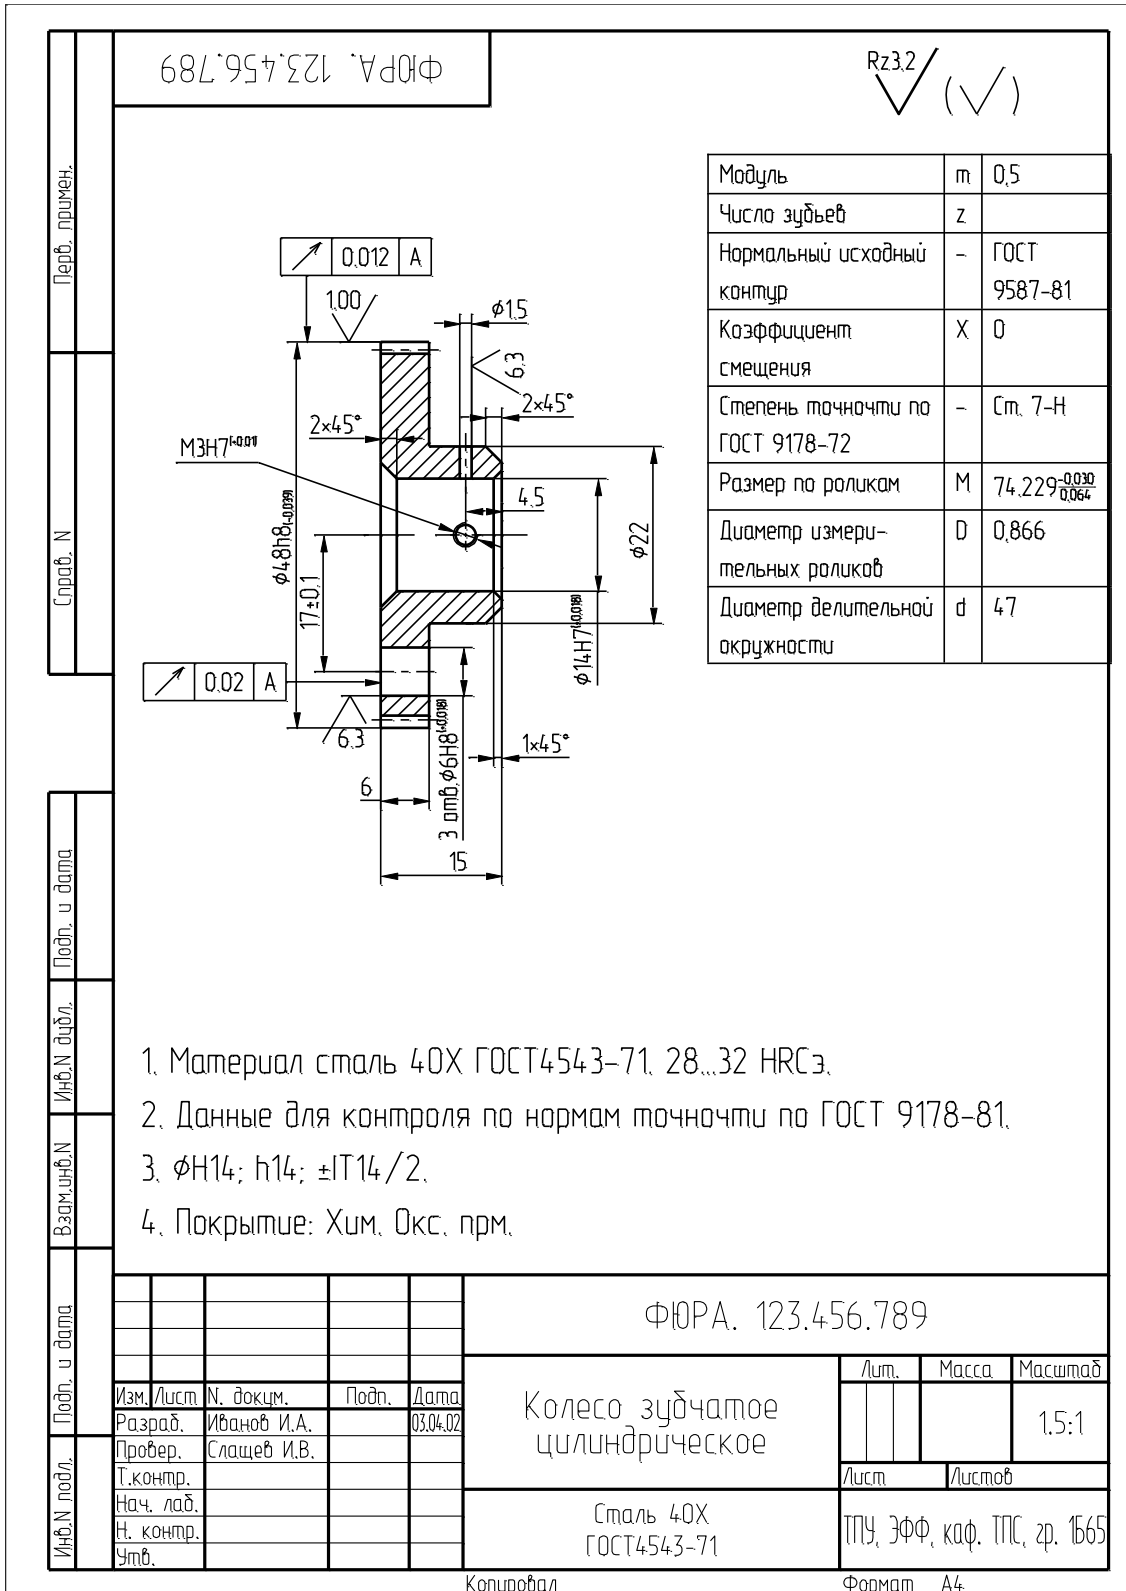

Рис. 1.2. Чертеж зубчатого колеса
В течение данной лабораторной работы мы «с нуля» создадим чертеж достаточно простой детали – чертеж зубчатого колеса, со всеми необходимыми размерами, символами отклонения от формы, шероховатости, надписями, техническими требованиями и т.д. Так как для вас это «первая проба пера», то не всё может получаться сразу, возможны «откаты назад» и первое время возможно некоторое непонимание. В этом нет ничего страшного, просто нужно проявить определенное терпение. Здесь же будут показаны некоторые приемы компьютерного черчения, которые невозможны при обычном «ручном» черчении. В конечном итоге нам предстоит создать чертеж, показанный на рис. 1.2.
5) Далее следует оформить ось делительной окружности. Согласно таблице, приведенной на чертеже (рис. 1.2), осевая линия делительной окружности находится на расстоянии
6) Далее покажем основное отличие создания чертежа с помощью САПР. Как вы видели, все предыдущее было практически таким же, как и при рисовании на миллиметровке с помощью карандаша, только вы пользовались мышкой, клавиатурой и видели все на мониторе компьютера. Во-первых, согласно чертежу детали (рис. 1.2), имеется две внутренние фаски размером 1 и 2 мм, а также одна наружная – 2 мм. Во-вторых, деталь симметричная, что позволяет нам использовать внутренние команды САД-системы для создания копии симметрии. Начнем создавать левую внутреннюю фаску размером 2 мм. Для создания фаски используется кнопка «**Фаска**», расположенная на панели **Автоменю**. При выполнении данной команды появляется окно «**Параметры фаски**», в котором вам следует указать реальный размер, в нашем случае 2 мм. После нажатия «**ОК**» в окне требуется указать на те линии, которые участвуют в образовании фаски. При указании на линии мышкой (нажатие на левую кнопку) линия меняет цвет. После указания второй линии происходит формирование фаски, при этом возможно обрезание линий, которые, по мнению **T-Flex**, в данном случае «лишние» (рис.1.9).
Простановка параметров отклонения от формы производится по команде текстового меню «**Чертеж|Допуск**». При этом появляется свое **Автоменю**, использование которого диктуется ситуацией положения и привязки допуска или создания базовой поверхности. Исходя из рис. 1.2,
После нажатия на «ОК», скорее всего, расположение рамки окажется далеко не оптимальным по вашему мнению. Если это так, то: повторите команду «Оформление|Основная надпись|», но выберите пункт «Переместить» (при этом масштаб изображения должен быть уменьшен таким образом, чтобы вы свободно контролировали все пространство чертежа и наносимой рамки) и «нанесите» еще раз рамку (рис. 1.2). Данная процедура может занять у вас определенное время, т.к. ее придётся повторить несколько раз.